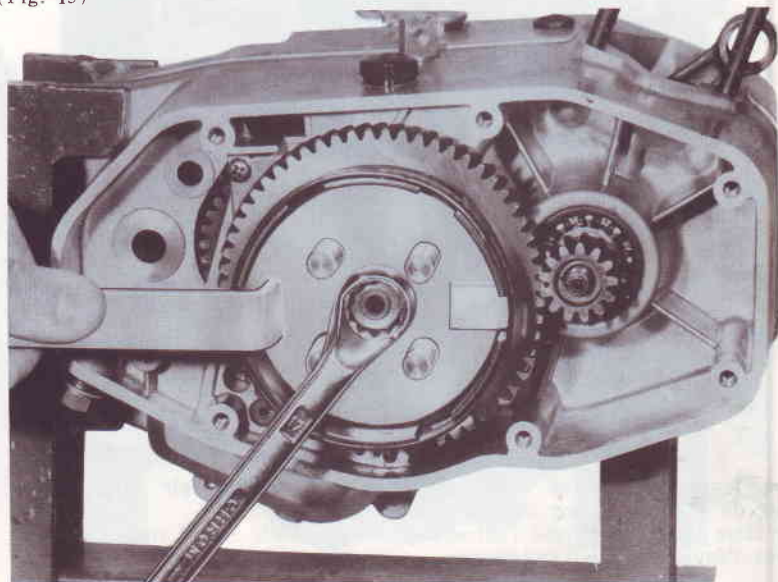

Fig. 15 - Démontage de l'écrou de fixation de la noix.
- Retirer l'écrou de fixation avec une clé de 17 m/m. Pour cette operation bloquer le plateau avec une clé special n. 000530400. (Fig. 15)